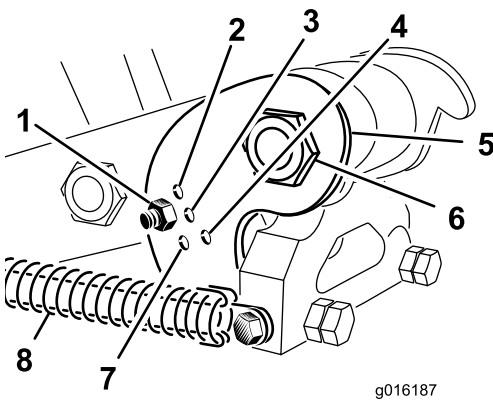

Figura 36
Ajuste la posición de la pletina de ajuste de la inclinación (Figura 36) según la longitud de los taladros a utilizar. El tope del cabezal se ajusta a una de cinco posiciones predeterminadas, seleccionando el taladro en el que se atornilla la varilla de ajuste. Estas posiciones son simplemente las predeterminadas; es posible que usted obtenga un acabado más liso usando un taladro de 10 pulgadas (25,4 cm), por ejemplo, en la posición de 12 pulgadas (30,48 cm), dependiendo de la aplicación concreta.
3. Desconecte el muelle tensor del cabezal de taladros (Figura 36).
- Retire el perno y la tuerca de los taladros de la pletina de ajuste de la inclinación (Figura 36).
- Gire la pletina de ajuste hasta que quede alineado con el taladro deseado del brazo, e instale el perno y la tuerca (Figura 36).